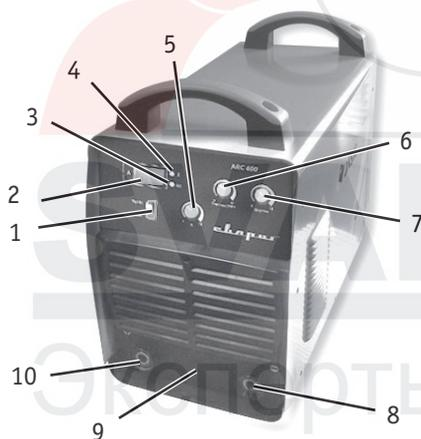

Рис. 1.1
2. Подсоедините сварочные кабели. На передней панели сварочного аппарата имеется две панельных розетки «+» и «-» (8 и 10) (рис. 1.1). Существует два способа подключения сварочных принадлежностей:
4. Установите способ сварки ММА с помощью регулятора (1) (**рис. 1.1.**).
5. Установите требуемую величину сварочного тока с помощью регулятора (5) (**рис. 1.1**) Устанавливайте значения сварочного тока, в зависимости от диаметра электрода, типа материала, требований технологического процесса и нормативной документации
6. Установите значение «горячего старта» (6) (**рис. 1.1**). Регулируя величину «горячего старта» добейте, чтобы зажигание дуги происходило легко, с одного касания, а электрод не прилипал к металлу.
7. Установите значение «форсажа дуги» (7) (**рис. 1.1**). Регулятор форсажа дуги служит для облегчения процесса сварки, особенно при малых значениях сварочного тока, установите значение форсажа дуги в зависимости от конкретных условий сварки.
Аппараты данной серии предусматривают возможность подключения пульта дистанционного управления. При использовании пульта дистанционного управления, подключите кабель дистанционного управления в соответствующий разъем в нижней части передней панели сварочного аппарата (9) (**рис. 1.1**) и зафиксируйте его.
1. Выберите режим TIG на передней панели аппарата. (1) **(рис. 1.1)**.
2. Вставьте разъем горелки со специальным силовым наконечником с подводом газа в соответствующий разъем со знаком «-» (8) **(рис. 1.1)** на панели аппарата, поверните его до упора по часовой стрелке, плотно зафиксируйте.
3. Вставьте обратный кабель в гнездо, помеченное знаком «+» (10) **(рис. 1.1)** на передней панели, закрутите ее по часовой стрелке. Закрепите заземляющий зажим на заготовке.
6. Установите требуемую величину сварочного тока с помощью регулятора (5) **(рис. 1.1)** Обычно, значения сварочного тока устанавливают, в соответствии с толщиной заготовки и присадочным материалом.